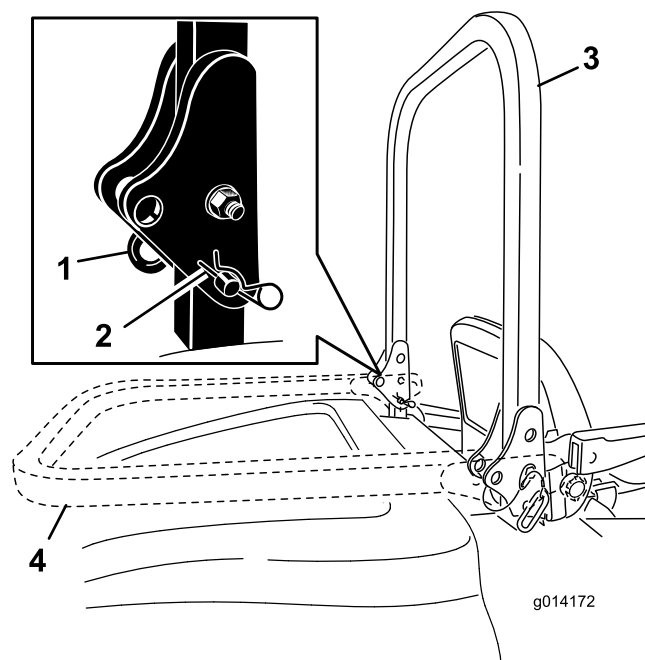

Bild 10
1. Nehmen Sie zum Absenken des Überrollbügels die Splints ab, drücken Sie den Überrollbügel nach vorne gegen die Federn und nehmen Sie die beiden Stifte ab (Bild 10).
2. Senken Sie den Überrollbügel ab (Bild 10).
3. Setzen Sie die zwei Stifte ein und befestigen Sie diese mit den zwei Splints (Bild 10).
- Nehmen Sie zum Aufrichten des Überrollbügels die Splints ab und entfernen Sie die beiden Stifte (Bild 10).
- Richten Sie den Überrollbügel ganz auf und setzen Sie die beiden Stifte ein. Befestigen Sie die Stifte mit den Splints (Bild 10).